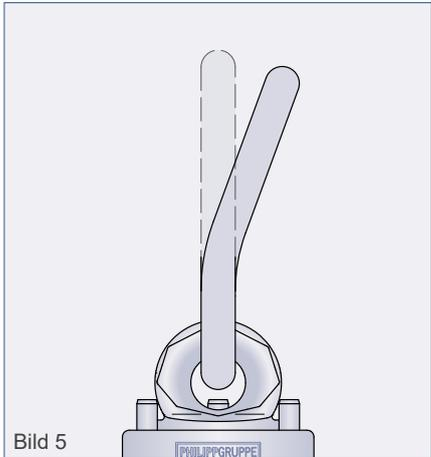

Bild 5
- Verformung des Aufhängeglieds (Bild 5)